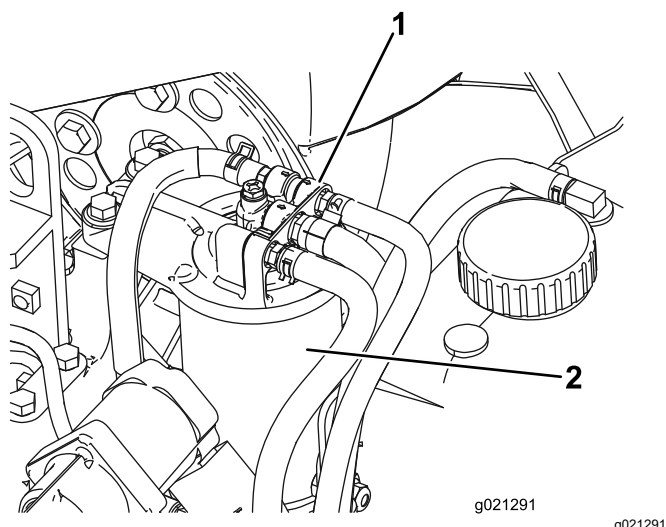

Рисунок 93
1. Очистите поверхность вокруг головки топливного фильтра (Рисунок 93).
2. Снимите фильтр и очистите монтажную поверхность головки фильтра (Рисунок 93).